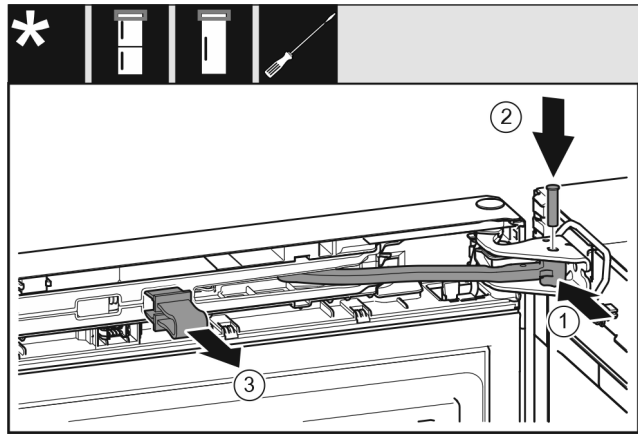

Fig. 23
- ▶ Gelenk *Fig. 23 (1)* in Lagerbock drehen.
- ▶ Bolzen *Fig. 23 (2)* in Lagerbock und Gelenk einsetzen. Dabei darauf achten, dass der Rastnocken korrekt in der Nut sitzt.
- ▶ Sicherung *Fig. 23 (3)* abnehmen.